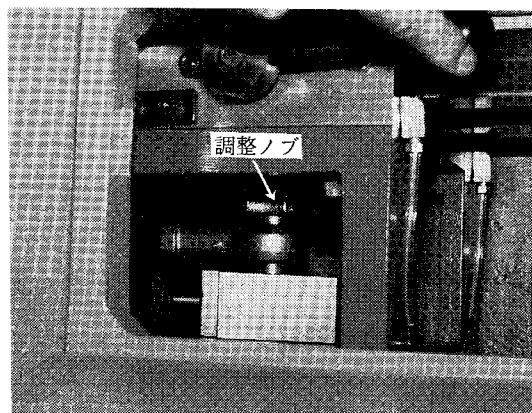

図1-11 揺動幅の調整
(3) ダイヤモンド砥石の揺動幅を砥石幅(標準 15mm)より 5mm 小さく設定(10mm に)する(図1-11)。
- ① 砥石の揺動幅は、砥石揺動幅調整ノブを回して設定する。
- ② この操作は、揺動スイッチをOFFにして行う。